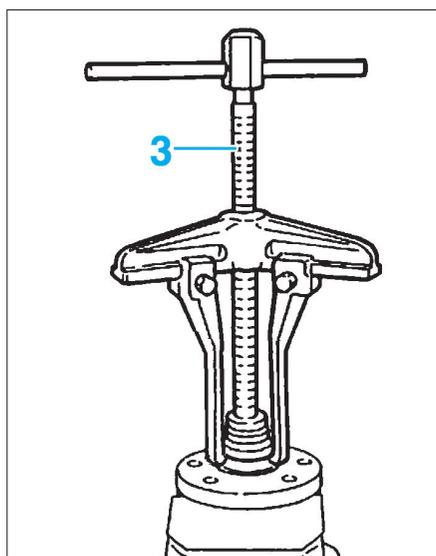

FIG. 19
- Extracteur de roulement (Fig.19).
- A l'aide d'un extracteur (3), déposer la bague interne du roulement sur le moyeu (Fig.19).